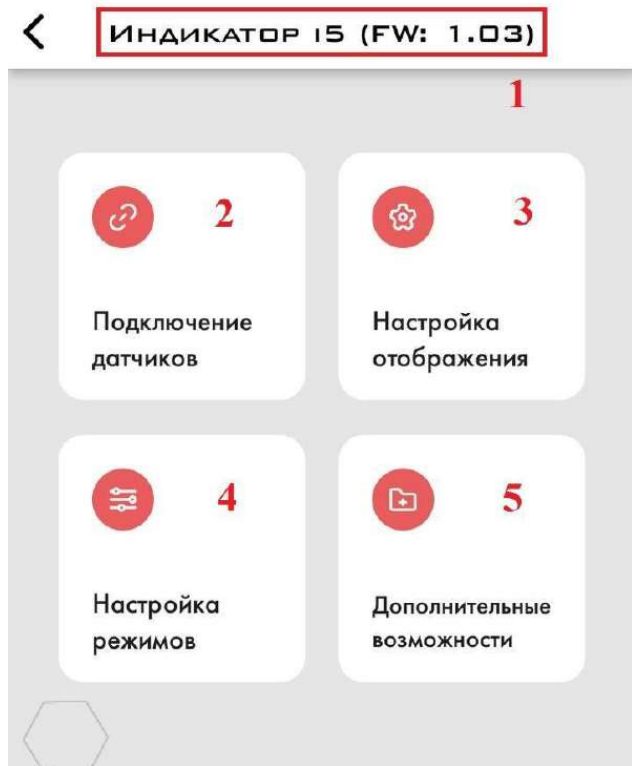
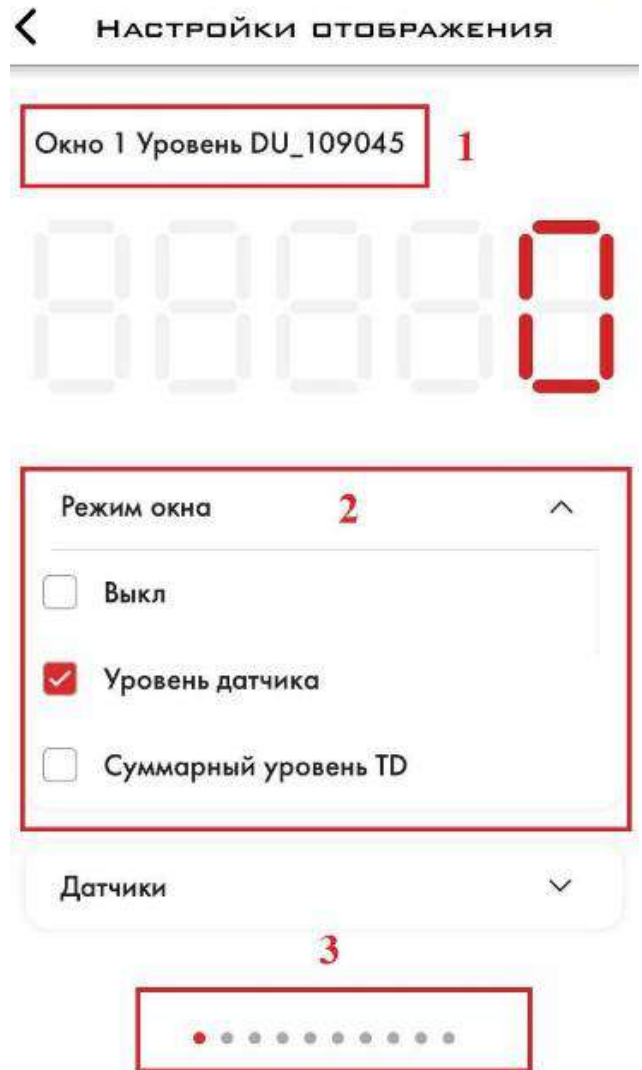

Рис. 56 Настройка отображения (3)
Рис. 57 Настройки отображения
2.8.3 Для активации одного из окон 1-10 (Рис. 57, 1) необходимо включить его в настройках Индикатора и выбрать датчик, данные которого будут отображаться в Окне X (Рис. 57, 2). Для этого перейдите в **Настройка отображения** (Рис. 56, 3). Чтобы переключиться между окнами 1-10 в приложении, проведите пальцем влево или вправо.